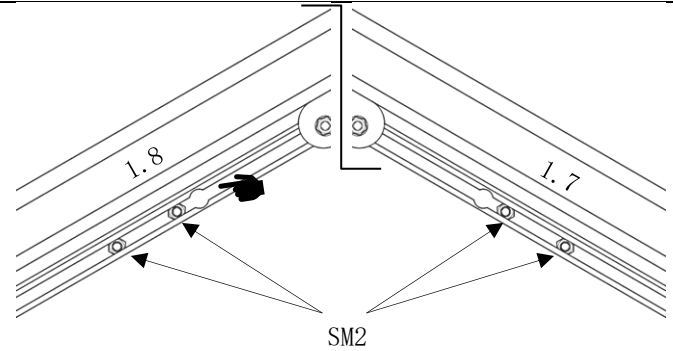

Abb. 38
- den Kopf der Sechskantschrauben wird (Pos. SM2) in die Montage-Bohrungen der Ortgangprofile (Pos. 1.7/1.8) einführen. (Abb. 38)